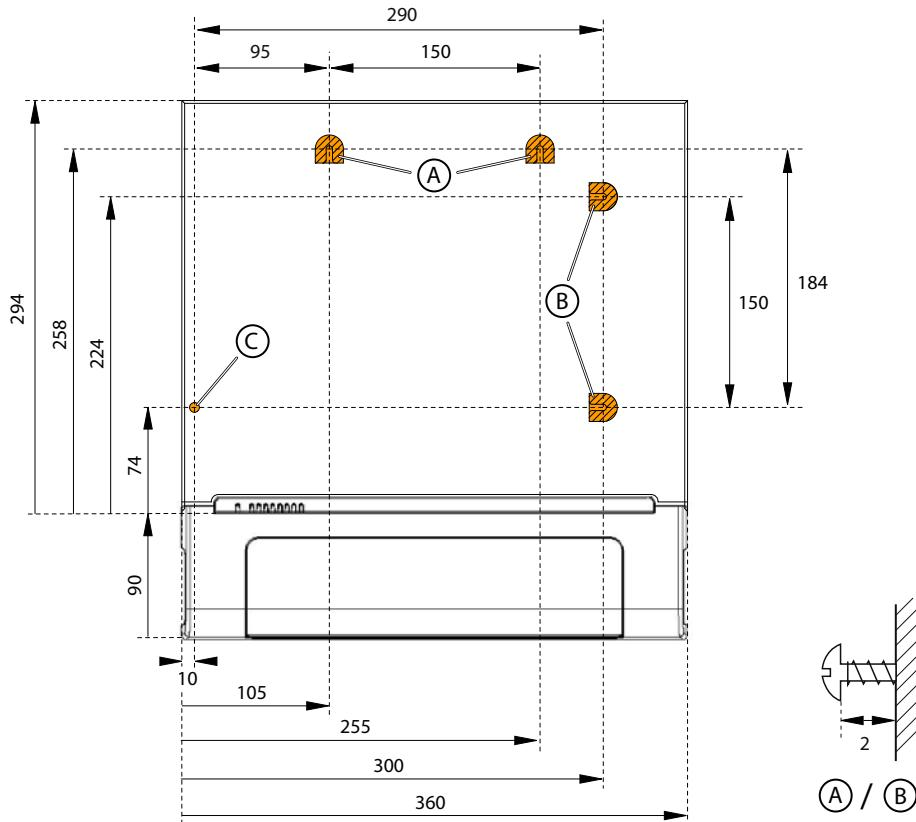

Fig. 14 Bohrplan für Wandmontage
4. Drehen Sie die 2 kürzeren oberen Dübelschrauben ein (Position A oder B). Beachten Sie dabei den Abstand der Schraubenköpfe von der Wand gemäss Fig. 14.
Zum Schutz der Kabelanschlüsse kann der Kommunikationsserver ebenfalls mit drei Schrauben befestigt werden. Dabei gilt der gleiche Bohrplan (siehe Fig. 14) und das gleiche Vorgehen, wie bei der Wandmontage (siehe "Vorgehen bei der Wandmontage", page 97).